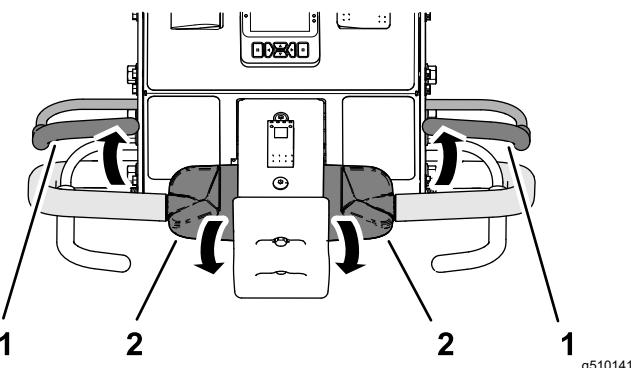

Figura 34
- Tenendo in posizione il comando di trazione, rilasciate la barra di presenza dell'operatore (Figura 34).